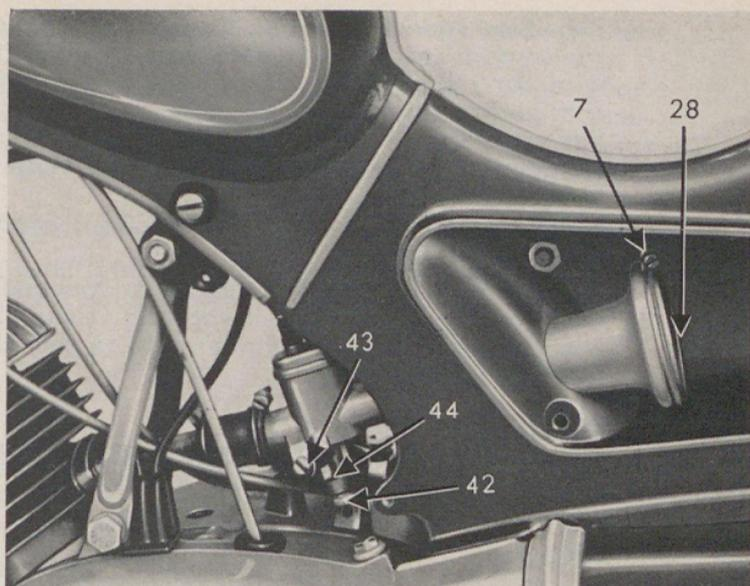

Bild 9
1. Zum Reinigen des Luftfilters 28 (sehr wichtig, Bild 9) wird an der linken Fahrzeugseite der Werkzeugkastendeckel abgenommen, das Werkzeug entfernt und die Verschußplatte 48, welche die Rückwand des Werkzeugkastens bildet, nach Lösen der Schraube 49 und Mutter 9 vorsichtig herausgenommen. Die an die Verschußplatte angeklebte Rundgummischnur darf dabei nicht verletzt werden. Das Luftfilter 28 läßt sich nun nach Lösen des Klemmringes 7 ohne weiteres aus der Kunststoff-Filterkammer herausnehmen. Es wird am einfachsten in einer Zweitakter-Mischung ausgewaschen und wieder sorgfältig eingebaut. Auf richtige Lage der Rundschnur-Gummidichtung ist hierbei zu achten. Schlechter Filtereinbau beeinträchtigt die Leistung und Lebensdauer des Motors.
10. **Der Leerlauf des Motors** wird bei Bedarf wie folgt neu eingestellt: Bei **warmem** Motor die Einstellschraube 44 in das Gehäuse des Vergasers soweit als möglich einschrauben und dann den Motor starten. Hierauf wird bei geschlossenem Gasdrehgriff die Einstellschraube soweit herausgedreht, bis der Motor gerade noch einwandfrei läuft. Normalerweise sind ca. drei halbe Umdrehungen der Einstellschraube notwendig (Bild 9).